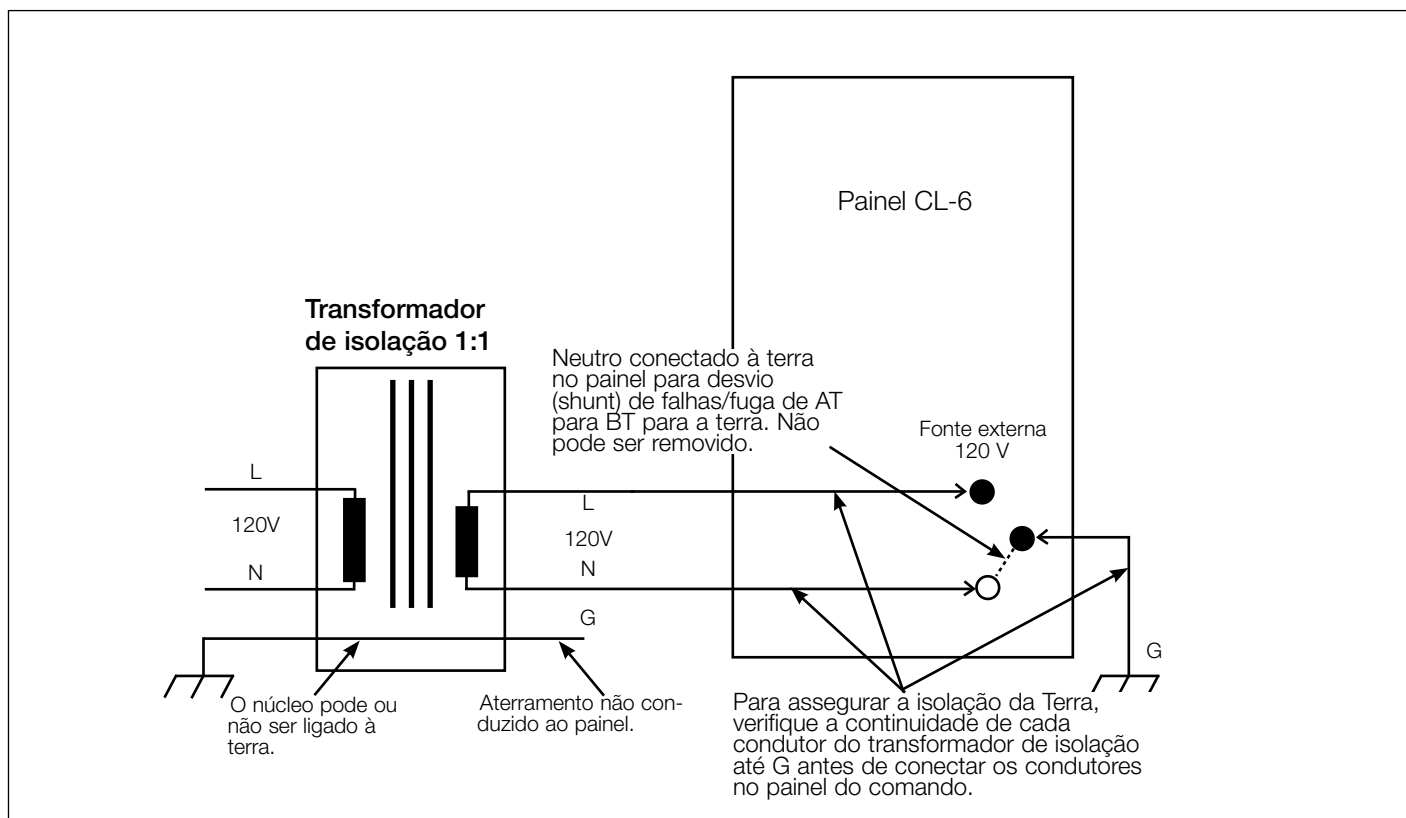

Figura 1-7.
Como o comando é configurado para 120 Vca, um transformador de isolamento 1:1 deverá ser utilizado para isolar a tensão de alimentação. Ele deverá isolar neutro e linha no lado secundário. Além disso, neutro e terra no lado secundário não deverão ser bondeados ou conectados. Para verificar a isolação a partir da terra, verifique a continuidade de cada condutor no transformador de isolação em relação à terra (G). Verifique isso antes de conectar os condutores no painel do comando. Veja a Figura 1-7.